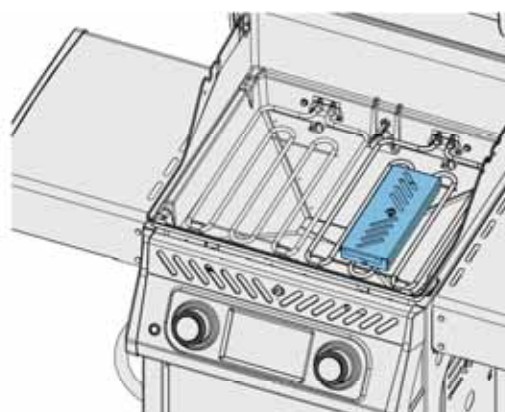

Fig. 6
1. Retirez la boîte à fumer (si utilisée) et lavez-la à l'eau tiède savonneuse. (Fig. 6)